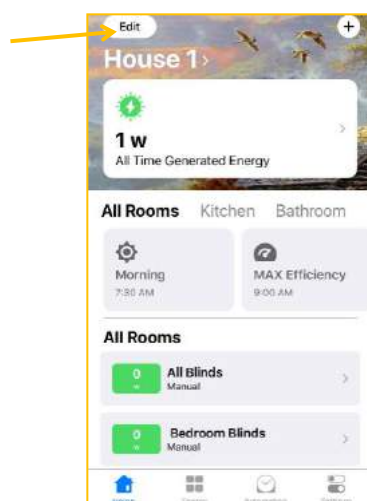

Abbildung 31
10.8.1 Auf den Reiter **Edit** oben links tippen, um den Vorgang zu beginnen (Abb. 31).